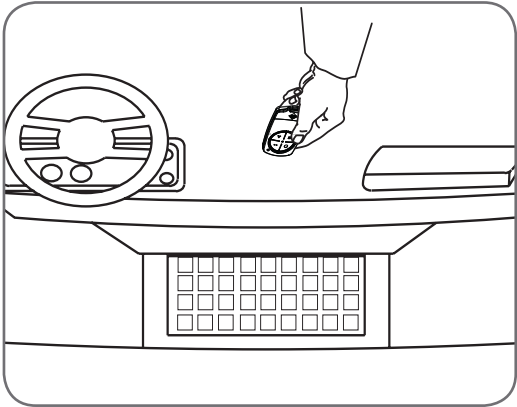

Fig.7.1.1
- a. Appuyez sur le bouton programmé sur l'émetteur jusqu'à ce que la porte se mette en mouvement (habituellement dans les 2 secondes). Assurez-vous que vous voyez la porte lorsque vous utilisez l'émetteur (**Fig. 7.1.1**).